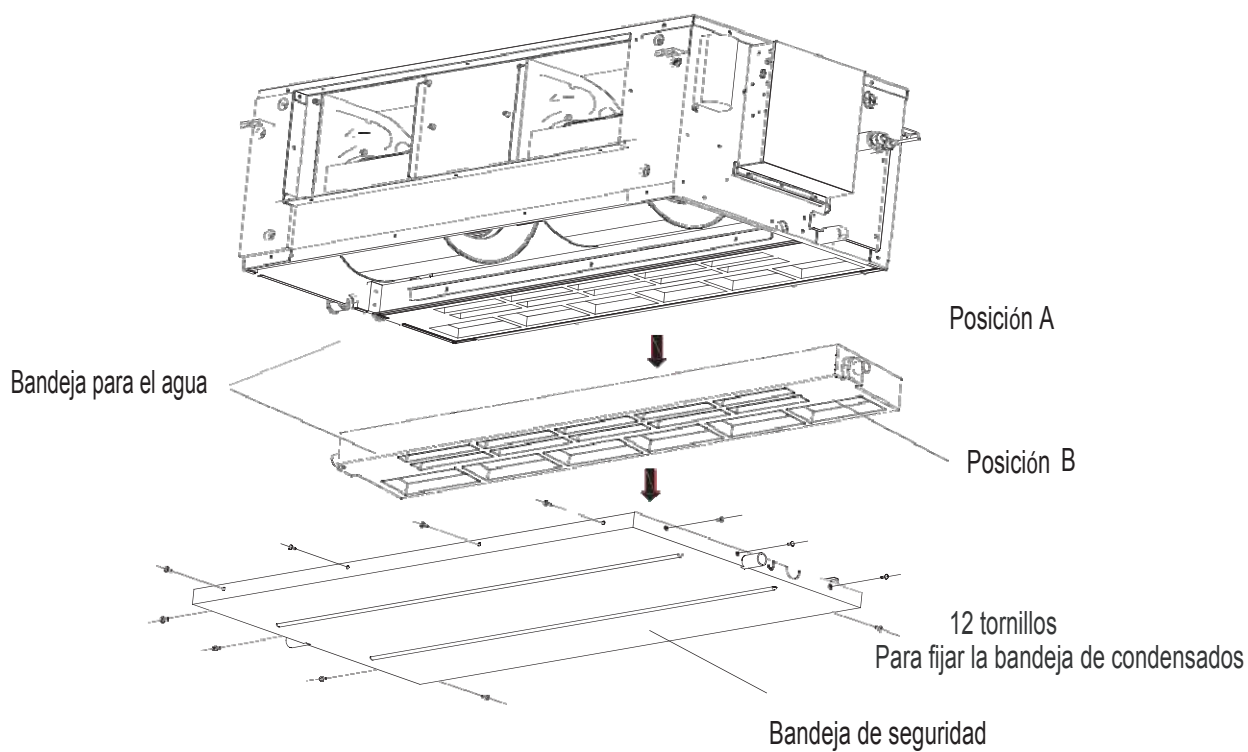

Fig.4-16
2. Saque los 11 tornillos de la bandeja de seguridad, extraiga la bandeja como se muestra en la Fig. 4-16.
3. Extraiga la bandeja según indica el sentido de la flecha en la Fig. 4-16.